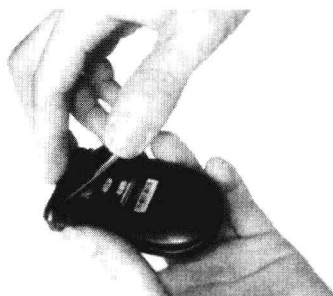

图 1-5 (j) 步骤 9
(11) 按图 1-5 (k) 所示, 用 T5 螺丝刀拆下翻盖内 3 颗螺丝钉。